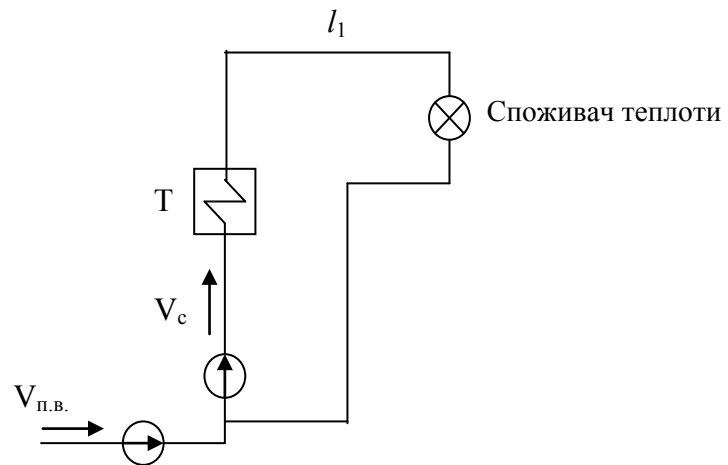

Рисунок 3.1
**3.1.4** Теплопостачання району здійснюється по двотрубному теплопроводі (рис. 3.1) з внутрішнім діаметром труб  $d_{\text{в}} = 400 \text{ мм}$  довжиною  $l_1 = 40000 \text{ м}$ . Витрата мережної води  $Q_{\text{м.в.}} = 500 \text{ м}^3/\text{год}$ . Витрата води для підживлення при температурі води в мережі  $95 \text{ }^\circ\text{C}$   $Q_{\text{п.в.}} = 5 \text{ м}^3/\text{год}$ .
дини проводиться рівномірне підвищення температури води в теплообміннику (Т) від 70 до 95 °С при незмінному тиску в мережі (див. рис. 3.1).